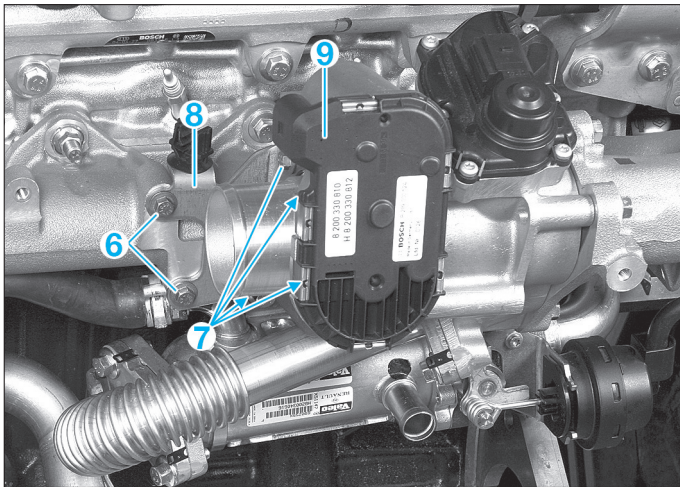
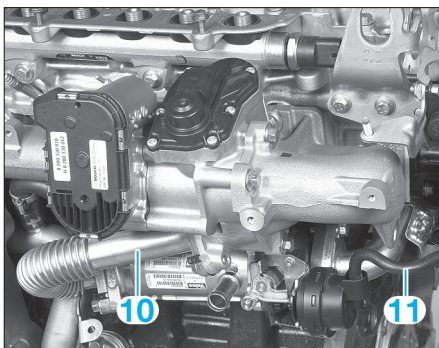

FIG. 57
FIG. 58
- le pignon (3).
- la vis (4).
- l'entretoise (5).
- le pignon (2).
- Déposer (fig. 57) :
- les vis (6).
- les 4 vis (7).
- le support (8) et le volet d'admission d'air (9).
- Déposer (fig. 58) :
- le conduit EGR (10).
- le tuyau (11).